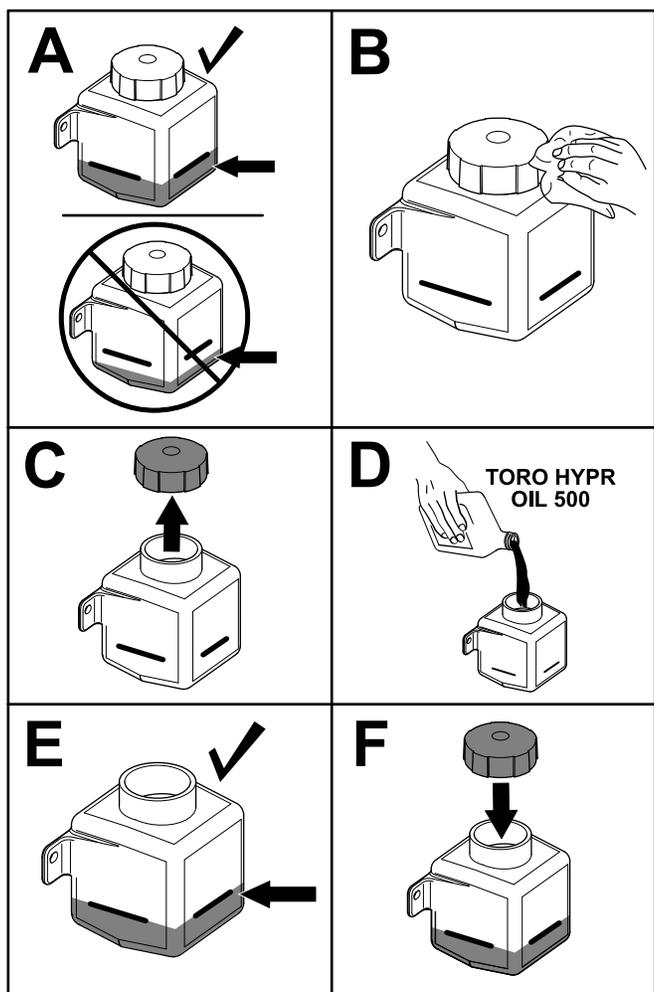

Рисунок 62
4. Проверьте уровень жидкости на стороне гидравлического бака (Рисунок 62). Продолжите выполнение данной процедуры, если уровень ниже отметки холодной жидкости.
5. Очистите зону вокруг крышки гидравлического бака (Рисунок 62).
6. Снимите крышку с заливной горловины и долейте жидкость в бак до отметки уровня холодной жидкости (Рисунок 62).
7. Установите крышку бака (Рисунок 62).